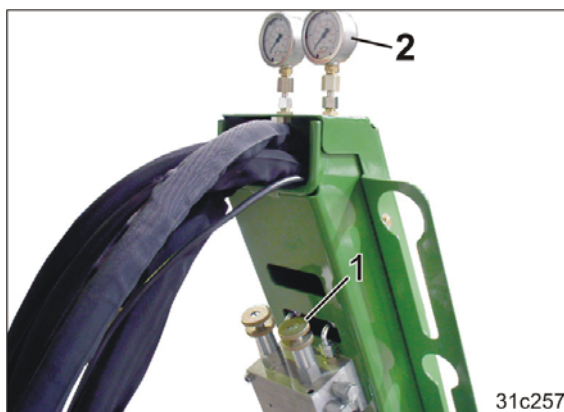

Fig. 88
- ventilerne (Fig. 88/1) eller
- på manometeret (Fig. 88/2)
På manometeret (Fig. 88/2) vises et tryk, der ændrer sig, mens blæseren, der drives af traktorens hydraulik, kører med konstant omdrejningstal.